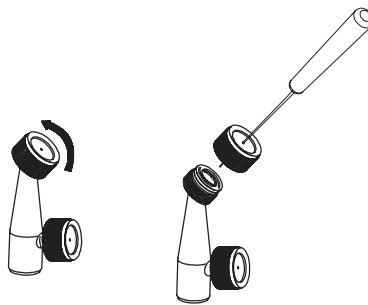

Figura 14
- Empuje un alambre pequeño por los agujeros expuestos para destapar la varilla rociadora. A continuación enjuague con agua limpia. Consulte la figura 14.